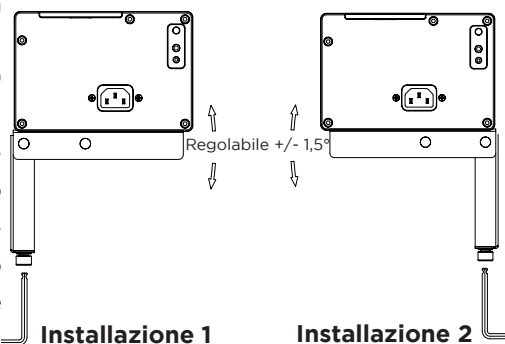

Fig. 2
**Attenzione:** Osservare i **2 possibili metodi di installazione (Fig. 2)**!
Per i **metodi di installazione 1 e 2**, due persone devono posizionare con cura lo schermo sulle superfici di supporto delle staffe in modo che l'alimentatore sia rivolto verso il lato sinistro. Abbassare lentamente lo schermo e verificare la stabilità delle staffe di montaggio sulla parete. Orientare prima le viti bloccanti parallelamente alla parete/al mobile in modo che si inseriscano nelle scanalature situate nella base dello schermo. Serrare manualmente i dadi in nylon sulla filettatura delle viti di bloccaggio sotto le staffe. Ruotare di ca. 90 gradi la vite di bloccaggio e fissarla nell'alloggiamento dello schermo, per evitare che lo schermo cada dalle staffe. (Fig. 2)
Dopo che lo schermo è stato installato sulle staffe, nella sua posizione definitiva, collegare l'alimentazione di corrente allo schermo e srotolarlo completamente. Controllare l'angolazione tra lo schermo e la parete e, con la chiave a brugola, ruotare le viti di regolazione delle due staffe a L fino a quando lo schermo non sarà perfettamente dritto e parallelo per la proiezione. È possibile regolare le staffe fino a  $\pm 1,5^\circ$  (Fig. 2).